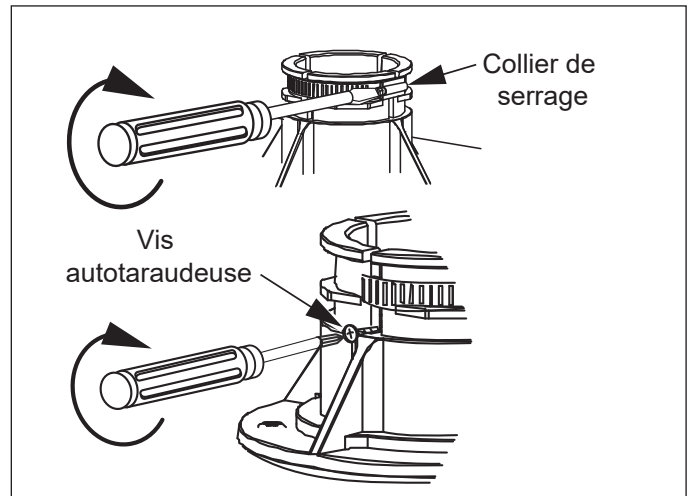

Figure 15 - Attacher le tuyau d'évacuation
- 2 Serrer les colliers à l'aide d'un tournevis Phillips (Figure 15).
- 3 Utiliser les vis autotaraudeuses indiquées pour attacher les conduites aux raccords d'admission et d'évacuation des gaz de combustion (Figure 15).